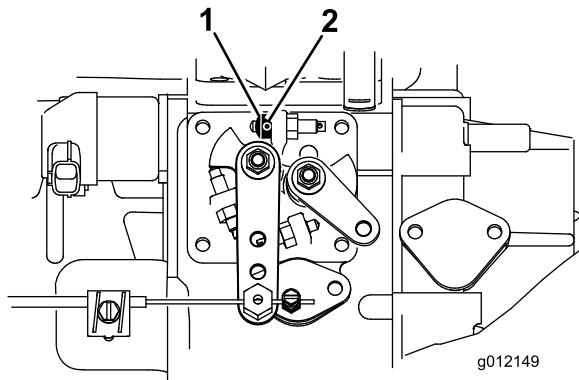

Figura 8
1. Afloje el tornillo de fijación del tope del acelerador (Figura 8).
2. Deslice el tope del acelerador sobre el tornillo de tope del ralentí alto (Figura 8). El extremo achaflanado del tope del acelerador debe quedar hacia fuera.